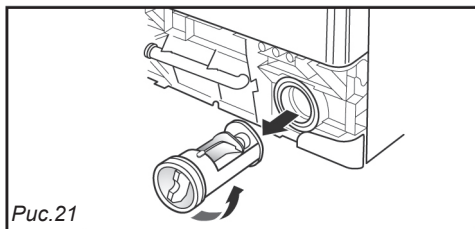

Рис.21
- Открутите колпачок фильтра сливного насоса (Рис. 21).